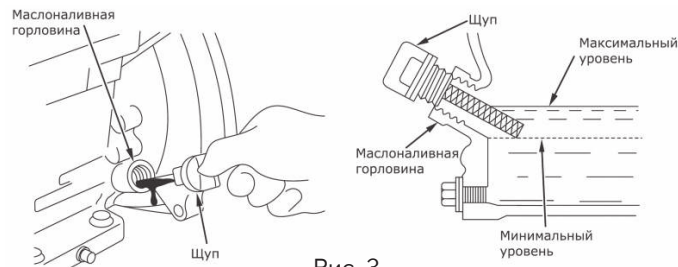

Рис. 3
- Отвинтите крышку заливной горловины картера (Рис. 3);
- Если уровень масла меньше нижнего края горловины, долейте масло до уровня (Рис. 3);